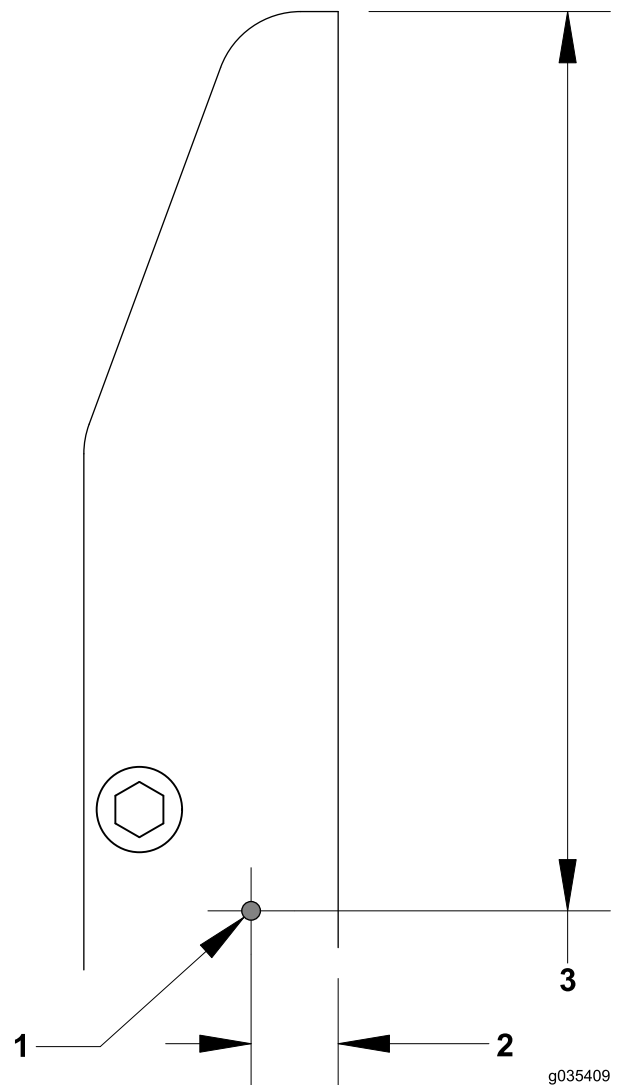

Bild 5
1. Ermitteln und bohren Sie das folgende Loch für die Schraubenkappe (Bild 5).